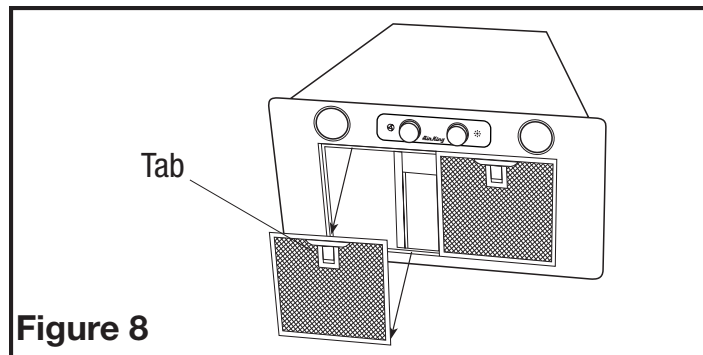

Figure 8
- Pour retirer les filtres, tirez l'onglet de la poignée vers le bas jusqu'à ce que les filtres se dégagent de l'unité. Pour réinstaller, glissez l'onglet à l'arrière du filtre dans la fente dans l'unité. Tout en maintenant la poignée ou le filtre, soulevez le filtre en place et relâchez la poignée. Le filtre doit cliquer solidement en place (Figure 8).